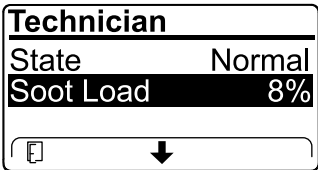

Bild 46
- Zeigen Sie die Rußlast an, die als Prozentsatz des Rußes im Dieselpartikelfilter (Bild 46) gemessen wird, siehe Tabelle für die Rußlast.